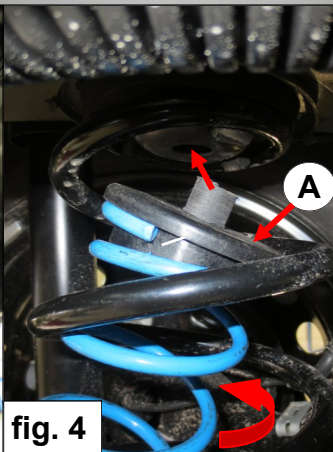

fig. 4
4. Plaats veerschotel A op de bovenzijde van de hulpveer C en centreer deze in de bovenste veerschotel. Zie fig. 4.